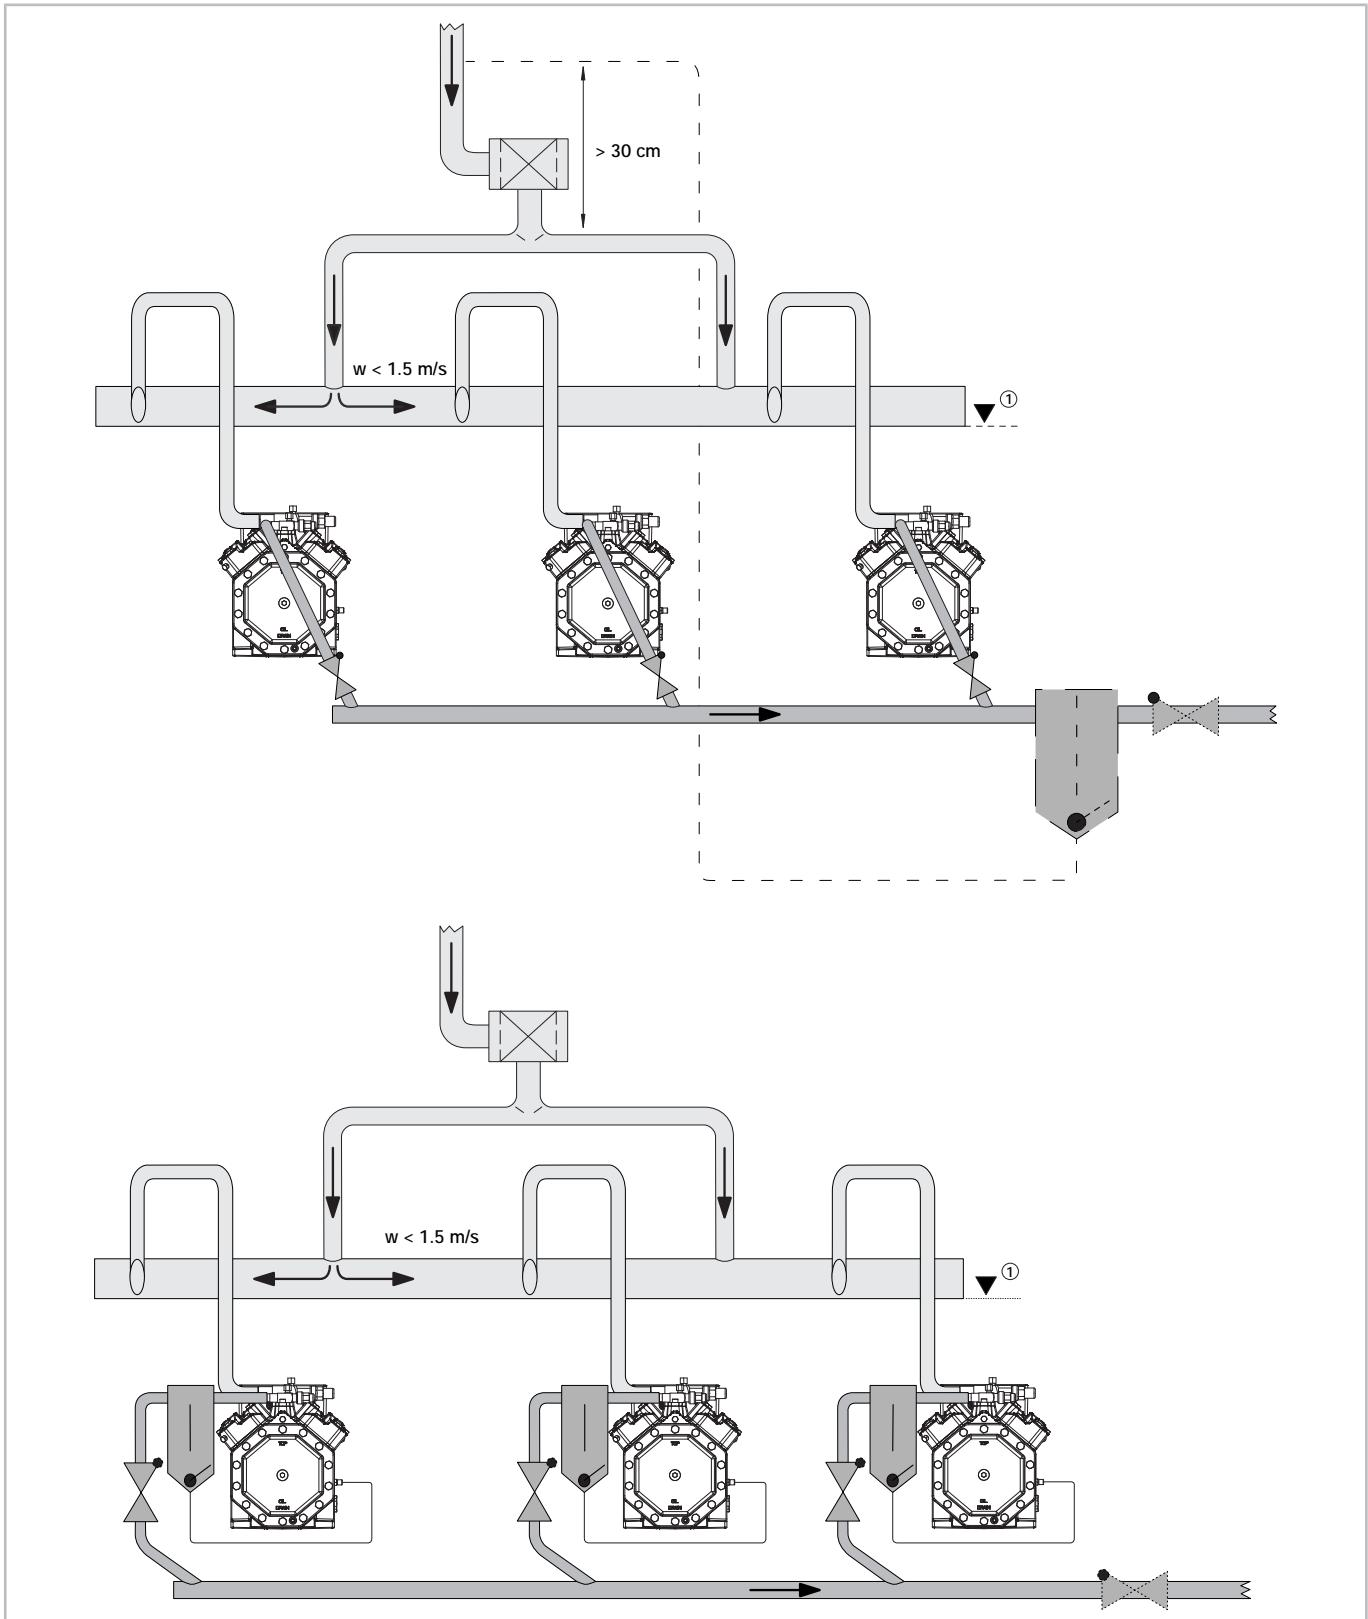

Fig. 8: Installation de compresseurs à piston en parallèle : conception du collecteur de refoulement
- Raccordement transversal avec une sortie d'un côté, éviter les coude à 90° et utiliser par exemple des coude à 45° (*voir figure 8, page 63*)
Il est nécessaire d'installer des clapets de non-retour dans les tronçons de conduite vers le collecteur dans les conditions suivantes (*voir figure 8, page 63*) :